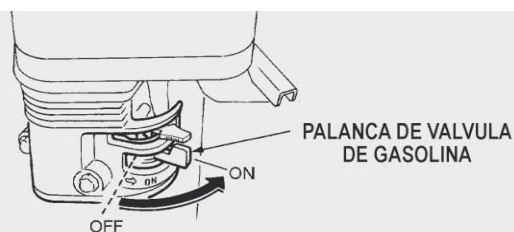

Figura 5. Palanca de válvula de gasolina
1. Posicione la **palanca de la válvula de gasolina** (Figura 5) en la posición de "ON".